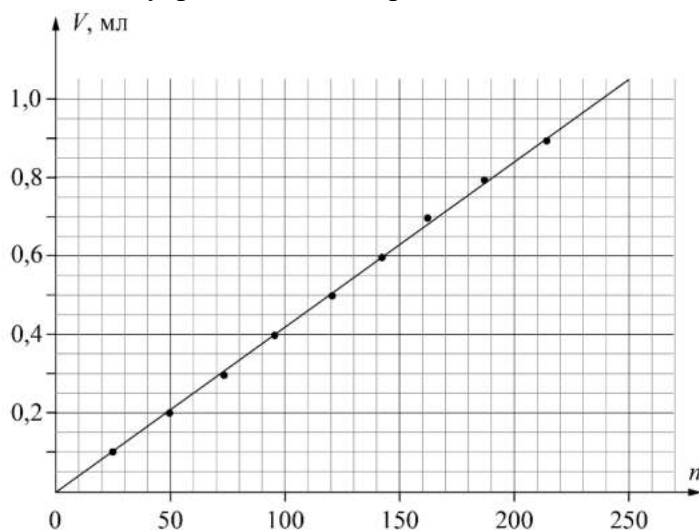

Рис.1
1. Определяем объём V_k одной капельки, отрывающейся от иглы шприца. Для этого набираем полный шприц воды и, удерживая его в вертикальном положении, медленно выдавливаем воду в стакан. Производим подсчёт числа N вытекающих капелек, а по шкале шприца определяем объём вытекающей воды V_B . Ниже представлена таблица 1 зависимости $N(V_B)$. Объём одной капельки V_k находим как угловой коэффициент линейной функции $V_B = V_k N$, график которой представлен на рис. 1. В результате получаем $V_k = 4,2 \cdot 10^{-3}$ мл. Этот объём зависит от внутреннего диаметра иглы и свойств жидкости.